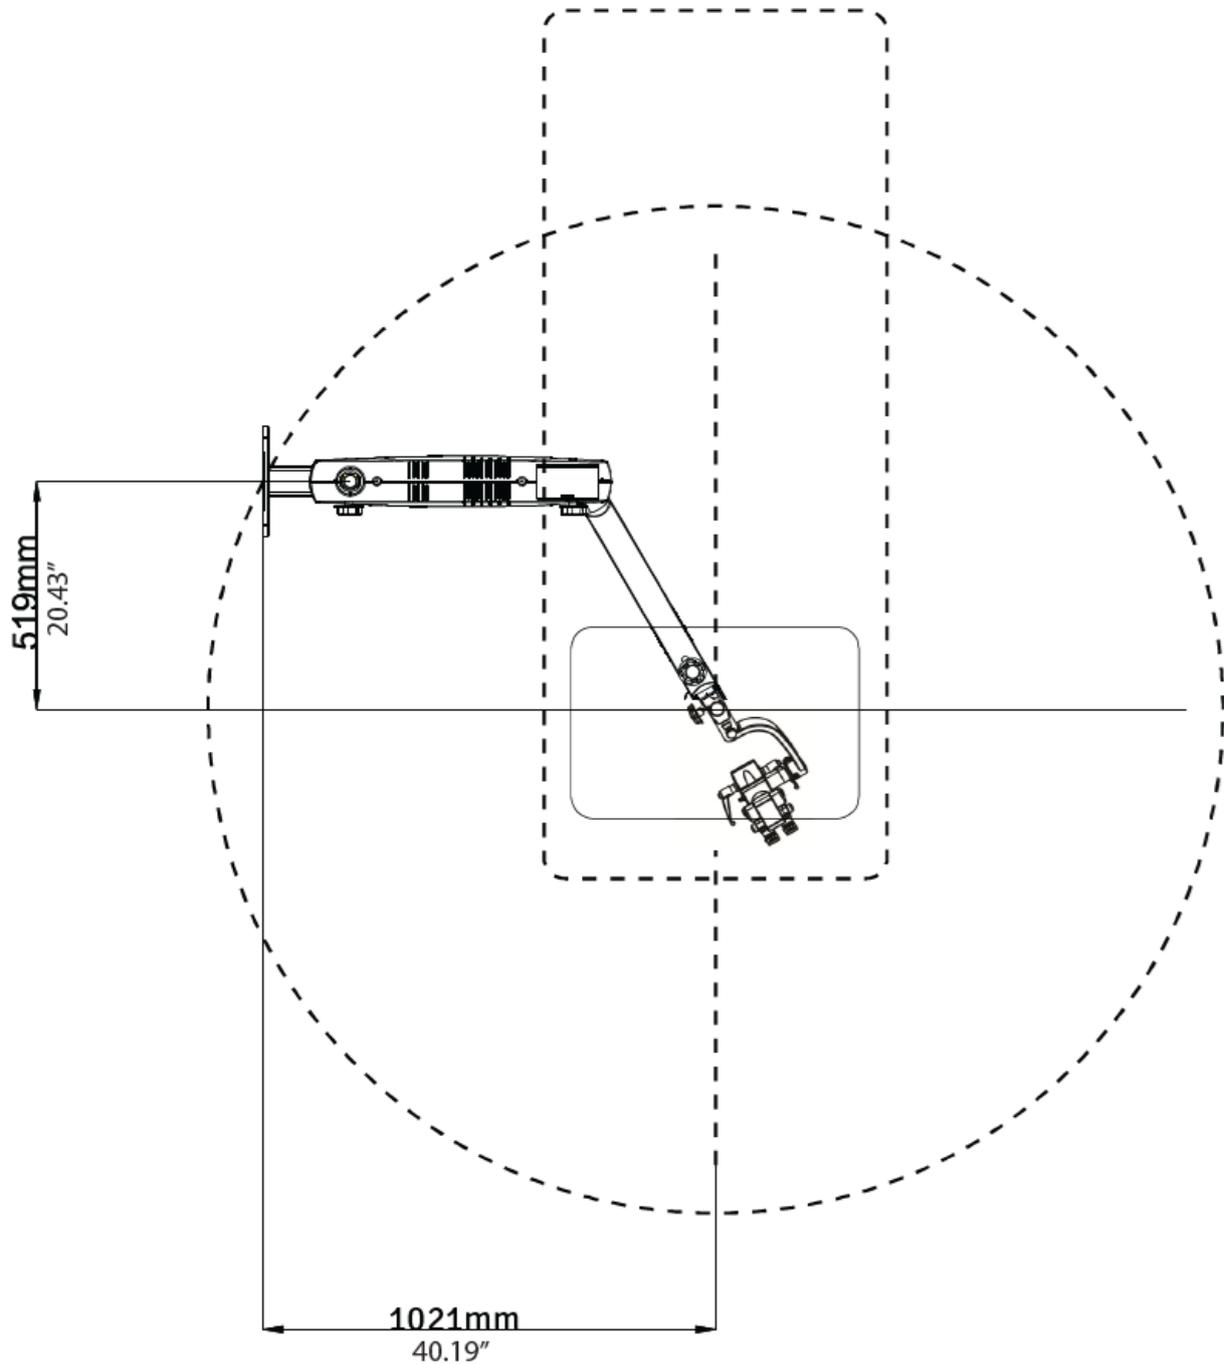

Abb. 16
- C. Abstand vom Boden – Siehe geeignete Höhe gemäß bestellter Konfiguration aus Abbildung 16, 17 und 18.